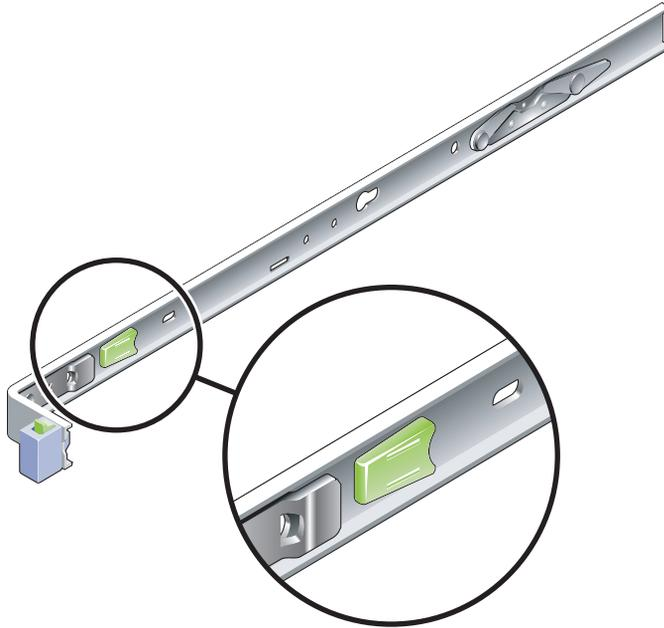

FIGURE 2-2 Bouton de dégagement du support de montage
- c. Faites glisser le bouton de dégagement du support de montage vers la gauche (voir FIGURE 2-2), puis faites coulisser le support de montage hors du rail.